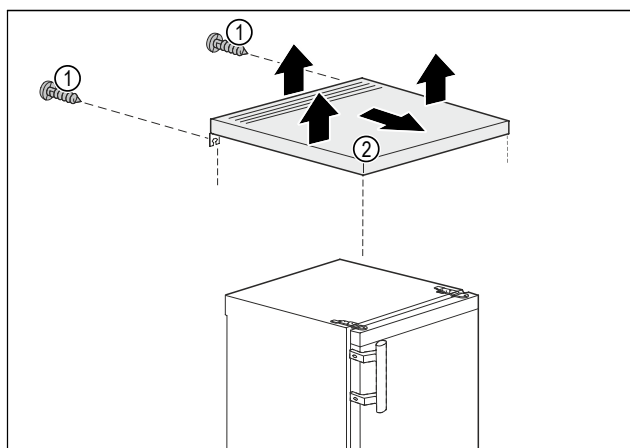

Fig. 3
- Odstranite vijake Fig. 3 (1) na zadnji strani.
- Dvignite zadnji del mizne plošče Fig. 3 (2).
- Mizno ploščo Fig. 3 (2) potisnite naprej.
- Mizno ploščo Fig. 3 (2) snemite v smeri navzgor.
- Mizna plošča Fig. 3 (2) je odstranjena.